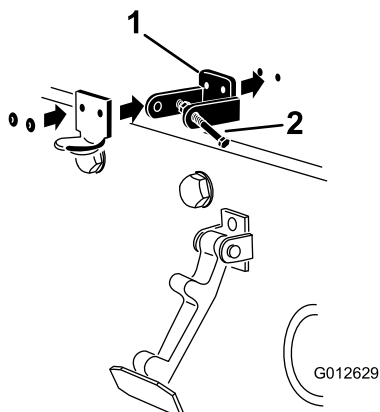

图 7
- 对准安装孔的同时将锁定支架和机罩门锁支架放到机罩上 **图 7**。
- 用铆钉将支架和垫圈铆定到机罩 (**图 7**)。